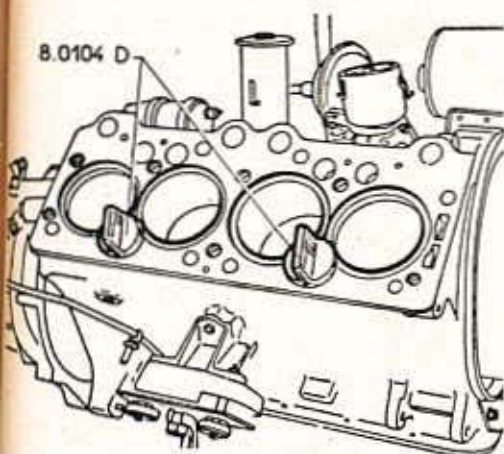

Fig. 3. — Immobilisation des chemises
- 2° Immobiliser les chemises avec deux vis de maintien n° 8.0104 D (fig. 3).